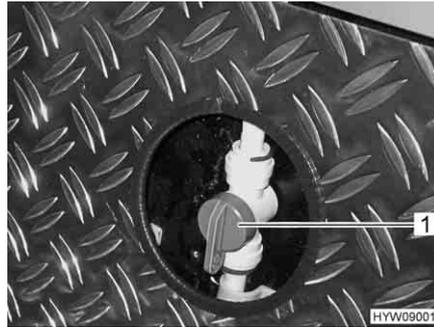

Fig. 156 Rubinetto (riscaldamento a pavimento)
- Posizionare la maniglia (Fig. 156,1) sul rubinetto per il riscaldamento a pavimento parallela alla tubatura del riscaldamento. Il riscaldamento a pavimento sarà al massimo.
- Portare la maniglia (Fig. 156,1) sul rubinetto per il riscaldamento a pavimento in qualsiasi posizione. In questo modo la distribuzione dell'acqua calda verso il garage di coda può essere regolata in modo continuo.
- Posizionare la maniglia (Fig. 156,1) sul rubinetto per il riscaldamento a pavimento trasversale rispetto alla tubatura del riscaldamento. Il riscaldamento a pavimento viene spento.